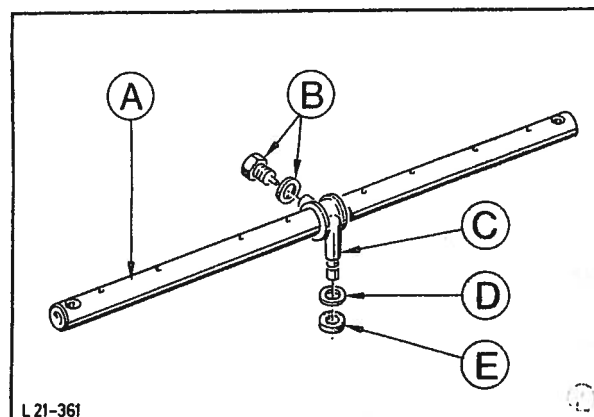

Fig. 150 Oljetilførselsforbindelse.
3. Demonter oljetilførselsforbindelsen fra vippearmakselen. Ta vekk festeboltene og forbindelsen, fig. 150.